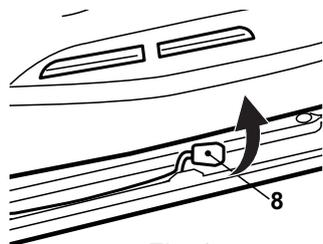

Fig. 3
- > Tirez sur le levier de pincement (8) vers le haut pour le libérer (Fig. 3).